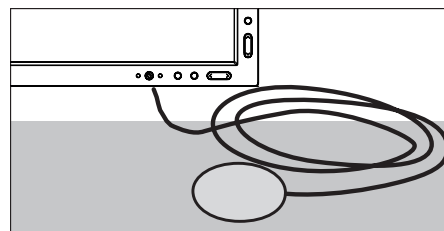

Abbildung S.2
3. Legen Sie den USB-Sensor mit der Oberseite nach unten auf eine nicht reflektierende, undurchsichtige Oberfläche (z. B. Schreibtisch oder Mauspad), um den Schwarzwert zu messen (**Abbildung S.2**). Drücken Sie auf SELECT.